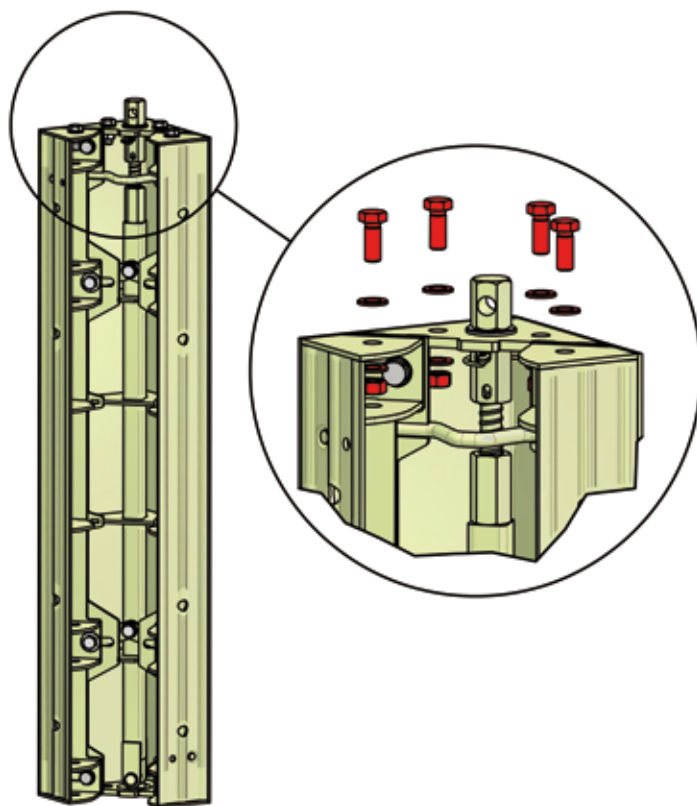

fig. 5
1. Pour raccorder deux angles intérieurs de décoffrage, retirez les boulons de l'angle inférieur de la plaque de tête (voir fig. 5).